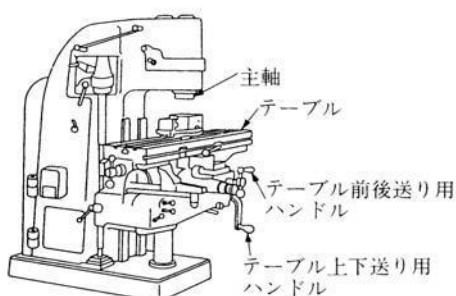

図 6.3 ひざ形立てフライス盤
6.5.4 フライス盤（図 6.3 および 6.4 に示すような工作機械）
- ① 工作物は確実に取り付けること
- ② 回転しているカッターには、手をふれたり、顔を近づけたりしないこと
- ③ 穴あけの終わり近くや、カッターを戻すとき工作物が振り回されやすいので気をつけること
- ④ 回転中は、カッターや工作物が飛んでも安全な位置、距離を確保すること